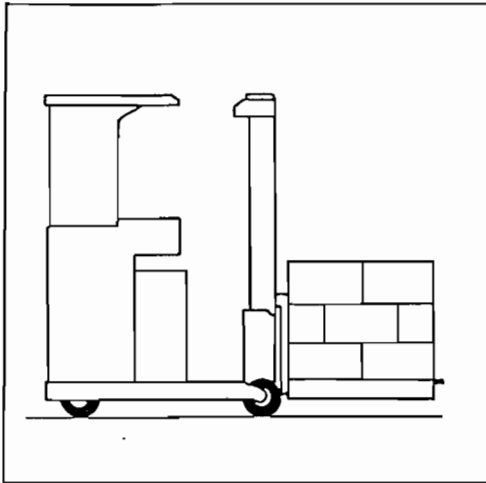

Abb. 9
6. Last bis kurz über die Radarme ablassen und Fahrzeug langsam beschleunigen. Vor dem Anfahren immer sicherstellen, daß der Fahrweg frei ist (Abb. 9).